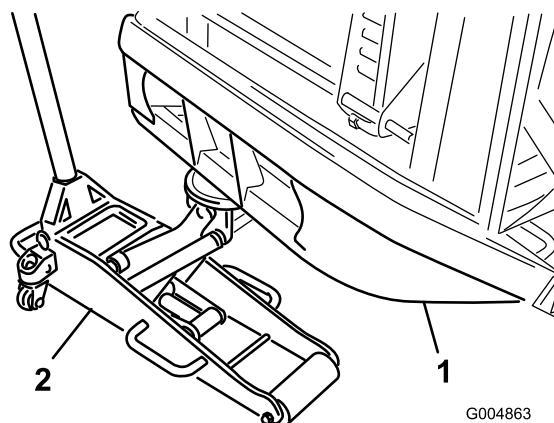

Figure 5
2. Placez une chandelle sous chaque moteur de roue et un cric sous le pare-chocs arrière (Figure 5), ou utilisez un palan aérien.